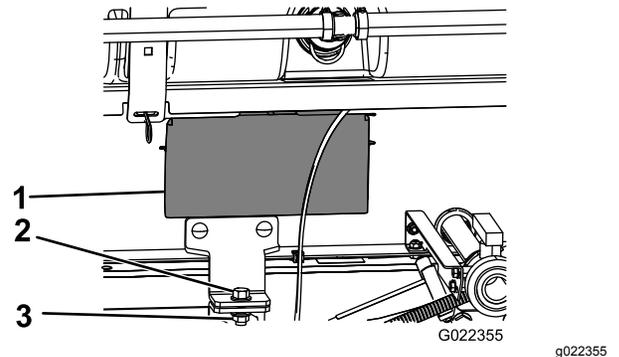

Bild 36
5. Nehmen Sie die Abdeckplatten an beiden Seiten des Gestellrahmens ab (Bild 36).
8. Befestigen Sie die Befestigungshalterung des Behältergestells mit einer Schraube ($\frac{1}{2}$ " x $1\frac{1}{2}$ "") und einer Sicherungsmutter ($\frac{1}{2}$ "") an der Ladepritschenhalterung am Rahmen auf beiden Seiten der Maschine, wie in Bild 36 abgebildet.